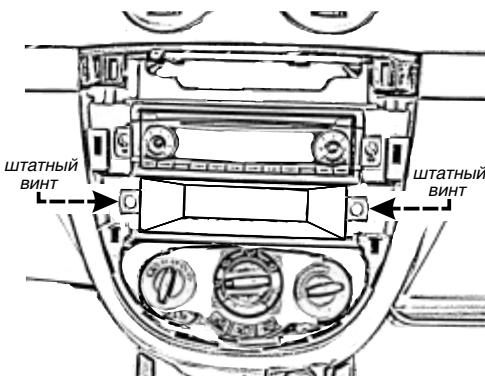

Рис. 4.17
**2.** Выкрутите штатные винты крепления перчаточного ящика, винты расположены по бокам от ящика, рис. 4.17.